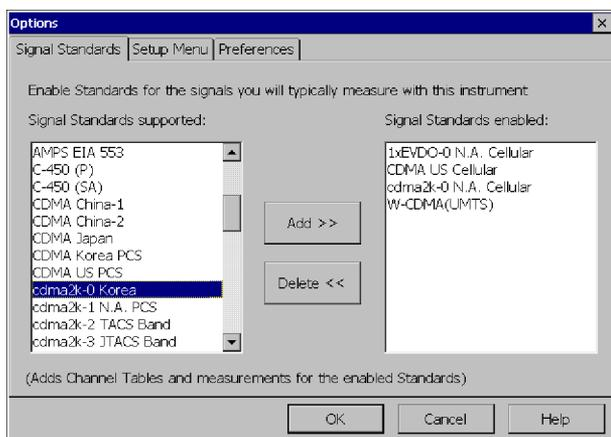

Рис. 2-8: Окно Options (параметры)
1. Выберите **Tools (сервис) > Options (параметры)**, чтобы открыть окно Options (параметры), изображенное на рис. 2-8.